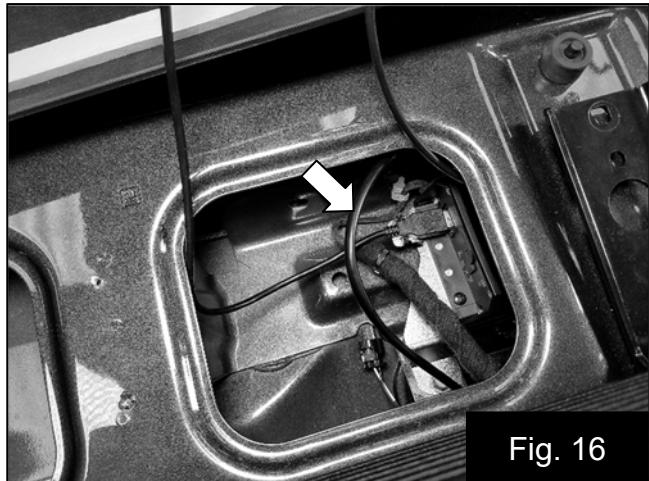

Fig. 16
27. Fije el cable extra del controlador con amarras. Fig. 16